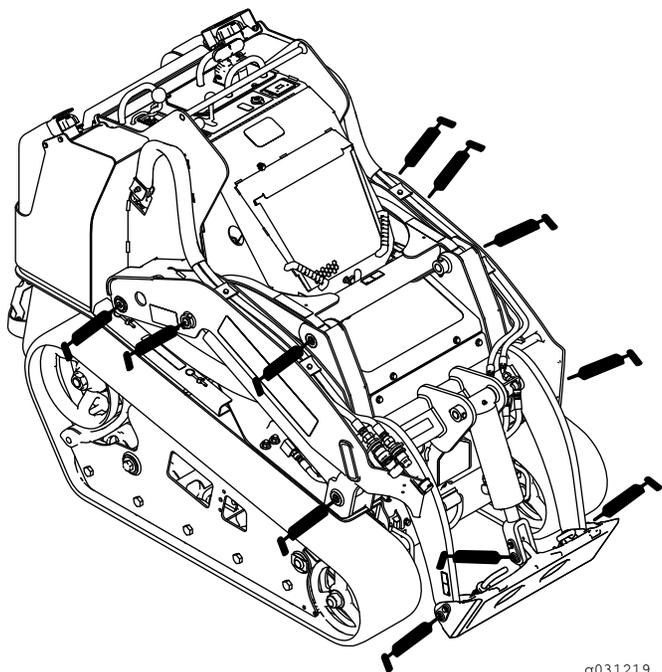
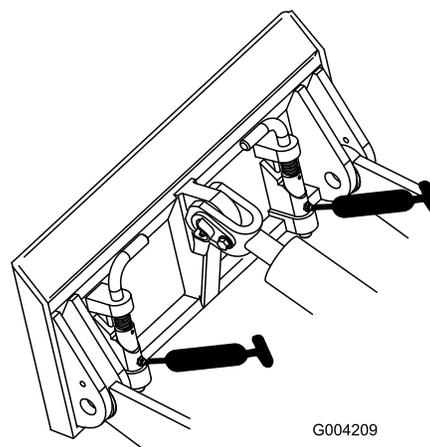
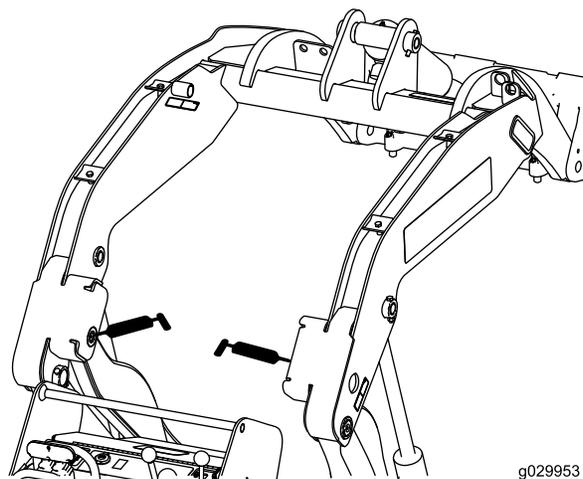

Рисунок 44
Рисунок 45
Рисунок 46
3. Присоедините к каждой масленке шприц для нагнетания консистентной смазки (Рисунок 44, Рисунок 45 и Рисунок 46).
**Примечание:** Прежде чем смазывать масленки, поднимите стрелы погрузчика, как показано на Рисунок 46.